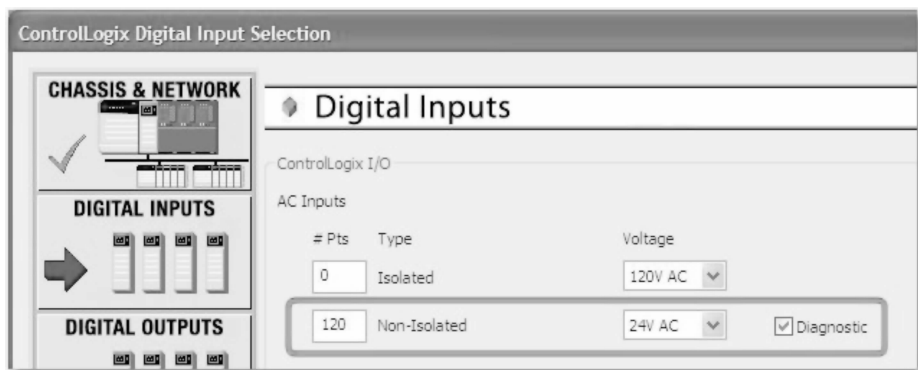

图 26-25 数字量输入设置图
9. 在“数字量输入”（Digital Inputs）页面上，向“交流输入”（AC Inputs）中的“非隔离”（Non-Isolated）框中输入 120V。将这些输入的电压设置为 AC 24V，并选中“诊断”（Diagnostic）框。进行该设置表示，已要求向导将 1756I/O 模块组态为 12 个非隔离、24V 交流输入，并包含诊断功能，如图 26-25 所示。